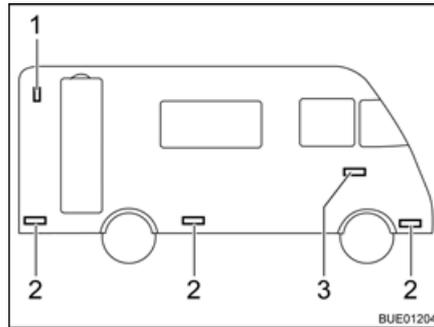

Fig. 219 Luces traseras
- Soltar los tornillos de la carcasa (Fig. 219,1).